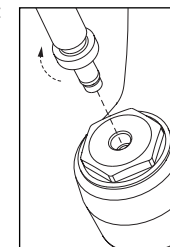

Fig.4
3. Vissez votre pompe à air RockShox équipée de l'adaptateur SID sur le capuchon supérieur (fig. 4).
3. Vissez votre pompe à air RockShox équipée de l'adaptateur SID sur l'écrou pneumatique (fig. 4).